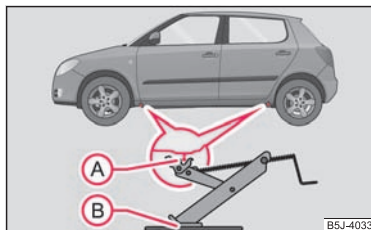

Abb. 152 Radwechsel: Aufnahme-
- Wählen Sie zum Ansetzen des Wagenhebers den Aufnahmepunkt - Einprägung im Unterholm, der dem defekten Rad am nächsten liegt ⇒ Abb. 152.